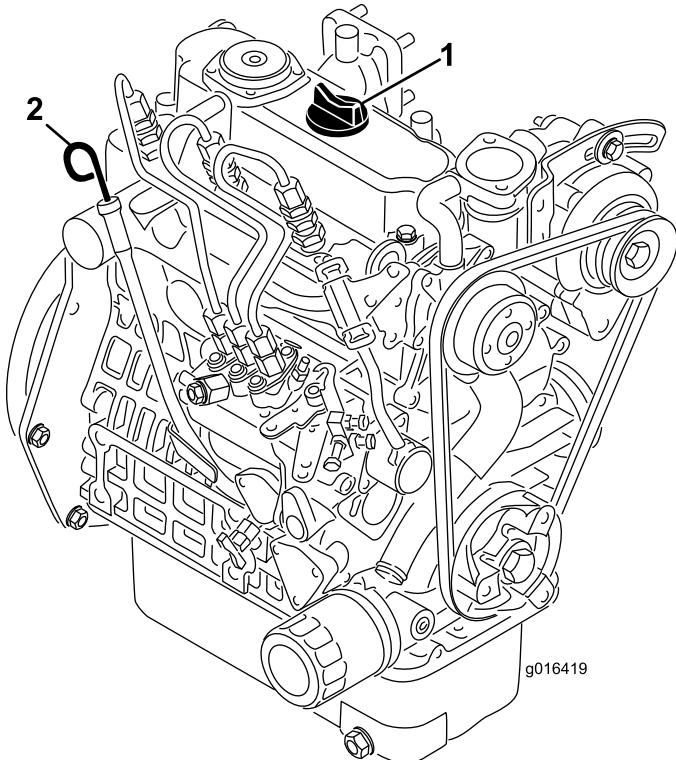

Figura 22
2. Retire la varilla y límpiela con un paño limpio (Figura 22). Introduzca la varilla en el tubo asegurándose de que entre a fondo. Retire la varilla del tubo y verifique